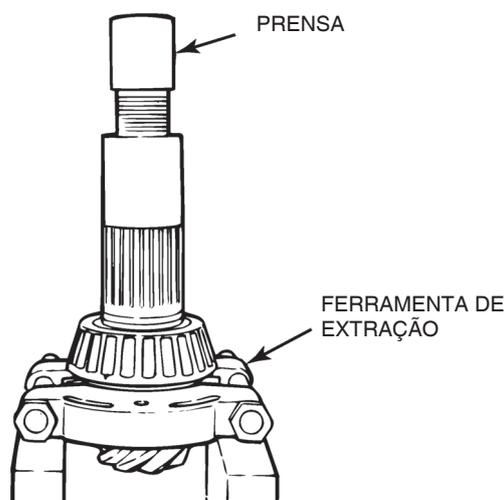

Figura 3.54
4. Se necessário, remova o cone do rolamento interno do pinhão hipoidal. Coloque um extrator de rolamentos sob o cone para suportar o mesmo. Coloque um protetor no topo do pinhão e pressione o pinhão hipoidal para fora cone do rolamento. Figura 3.54.